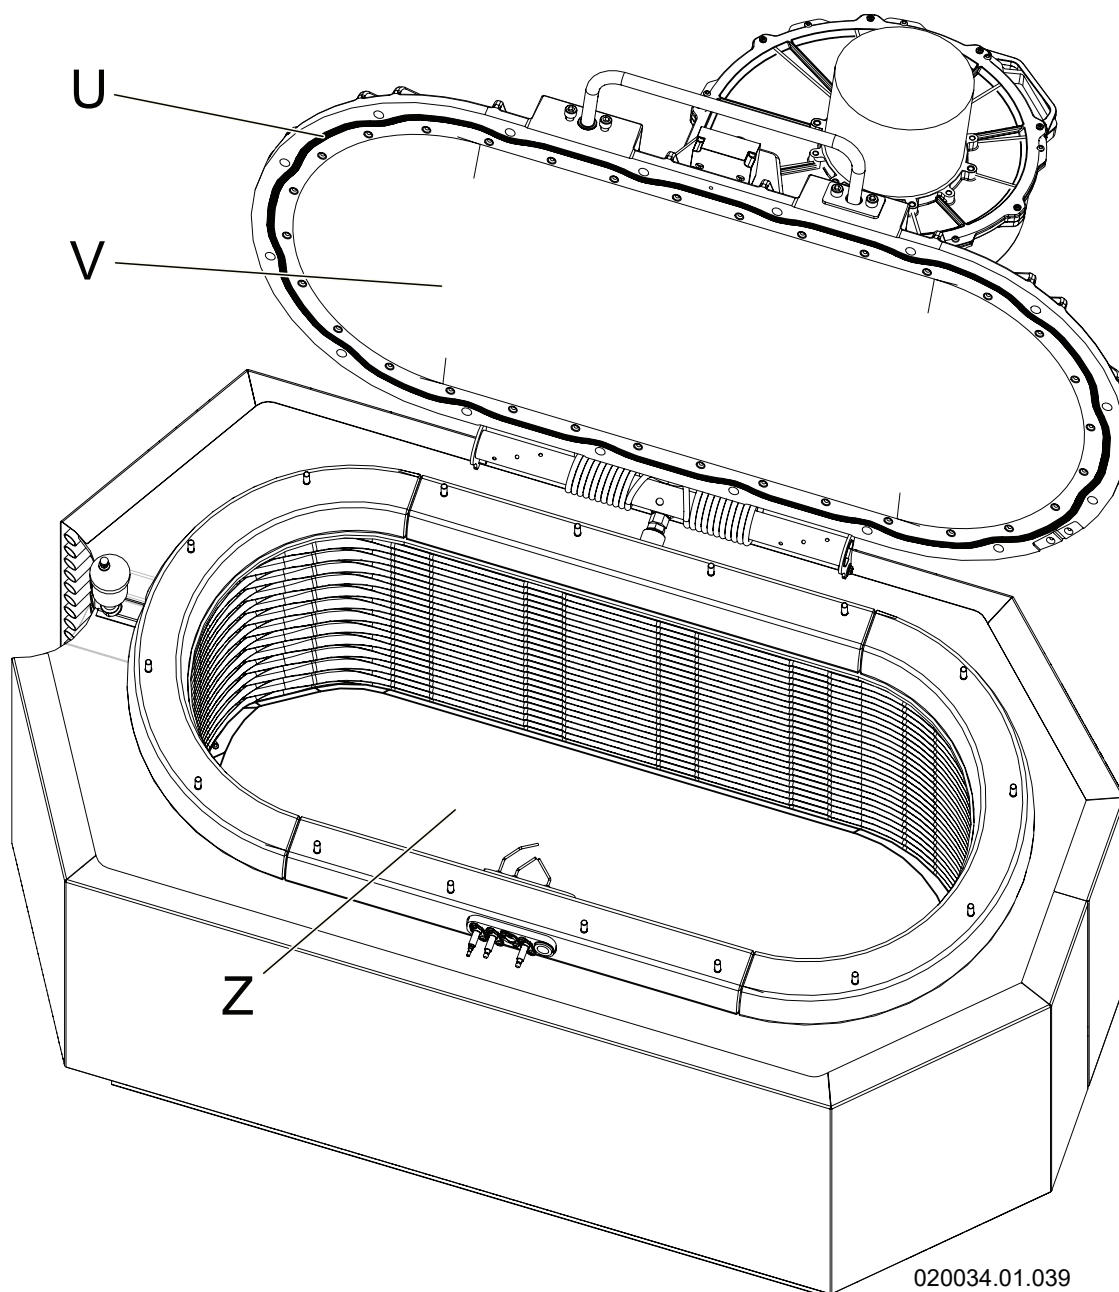

Figura 8-13 - Camera di combustione
10. - Tramite la maniglia "T" (Figura 8-12) sollevare la parte superiore del bruciatore ed accedere così al bruciatore stesso "V" (Figura 8-13);
**ATTENZIONE!!!** Ogni volta che si effettua la pulizia del bruciatore e dello scambiatore primario occorre verificare il buono stato dell'isolante termico "Z" di Figura 8-13. Se necessario sostituirlo richiedendo l'apposito kit.
6. - Verificare visivamente il buono stato della guarnizione "U" (Figura 8-13) e se del caso procedere con la sostituzione;